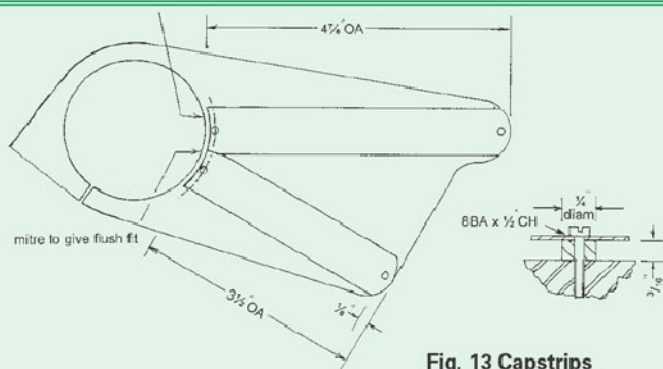

Fig. 13 Capstrips
7. Stud Retaining Cap Strips (Fig. 13).